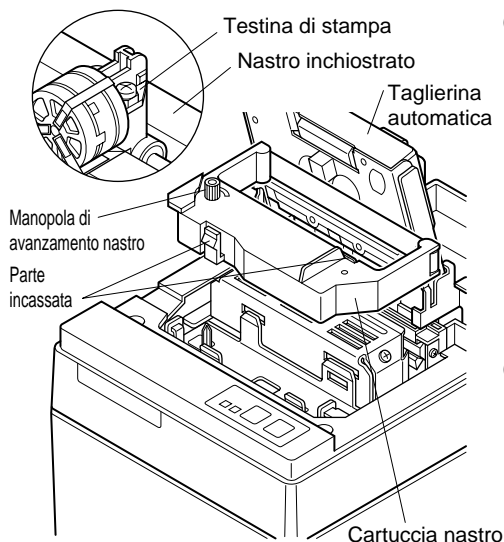

Fig. 4-10 Inserimento della cartuccia nastro
- ④ Inserire la cartuccia nastro nella direzione mostrata nella Fig. 4-10 e premerla in basso per caricarla. Se il caricamento della cartuccia nastro non è soddisfacente, premere in basso la cartuccia nastro girando la manopola di avanzamento nastro in direzione della freccia.
- ⑤ Girare la manopola di avanzamento nastro della cartuccia nastro in direzione della freccia per eliminare l'allentamento del nastro.
- ⑥ Chiudere la taglierina automatica.
- ⑦ Montare il coperchio con il procedimento inverso a quanto descritto al punto ② sopra.